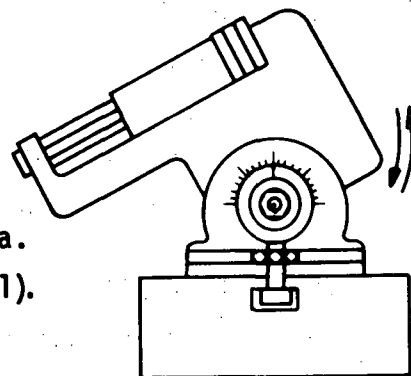

Fig. 1
- b Coloque-a no ângulo indicado (fig. 1).